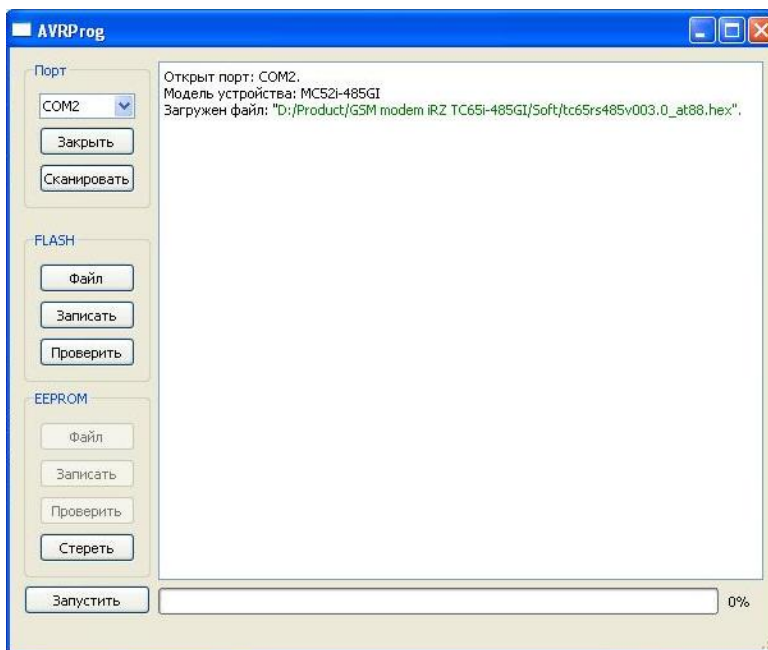

Рис.5.5
5. Выберите файл новой прошивки. Нажмите “Открыть”. В случае успешной загрузки файла в окне программы должно появиться изображение, аналогичное рис.5.5.